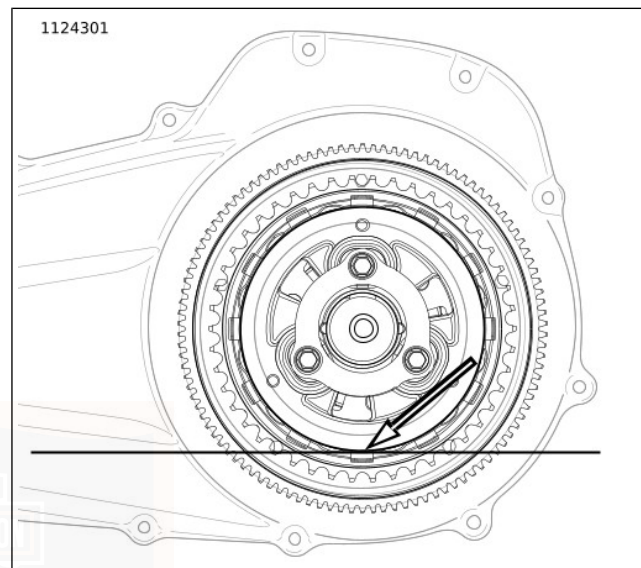

Abbildung 94. Primärer Schmiermittelstand
- b. Siehe Abbildung 94. Der korrekte Füllstand liegt ca. an der Unterseite des Außendurchmessers der Druckplatte.